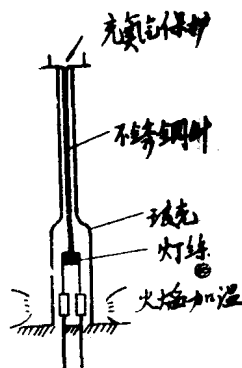

图16 G.E.C. 封口灯管示意图
G.E.C. 用24个工位的圆封口车进行封口，单人操作，每小时可封口600个。如图16所示。排气管内插入一根不锈钢的空心针，通入保护性的氩气，同时使灯丝在玻壳内定位，4个工位有加温火焰，一个工位夹扁封口，吹凉后自动卸下。